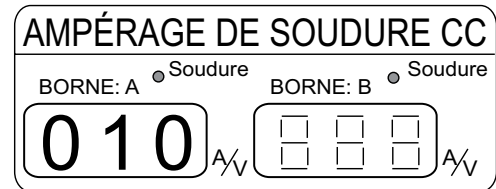

**Figure 28. Compteur de soudure CC (compte à rebours)**
- Le compteur de soudure CC affiche la valeur du compte à rebours de préchauffage. L'exemple illustré dans Figure 28 indique 10 secondes avant le démarrage du moteur.